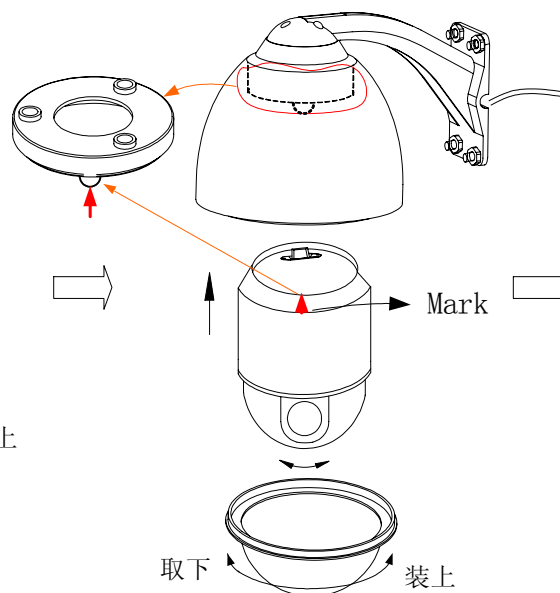
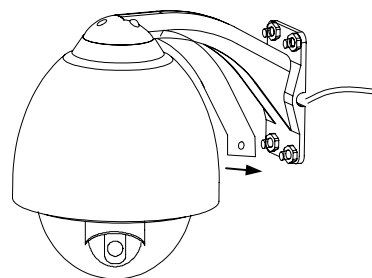

图 17
图 18
13. 将球机上的“MARK”标志与安装底座上的标记对好，向上推球机至底部，再顺时针旋转球机，直至球机卡牢固为止，松开手即可。然后将透明球罩顺时针旋转安装好（如图 17）。最后将支架盖板装上（如图 18）。